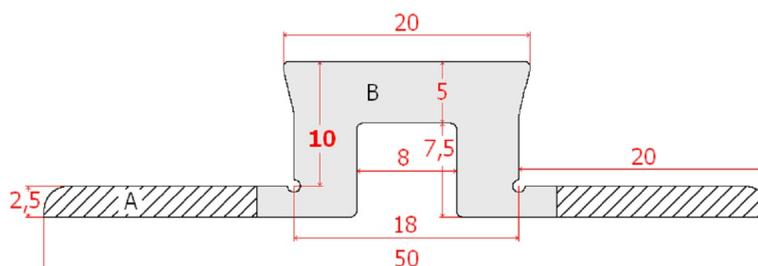

Fig. 1: BS PROFILE H10 in sezione (dimensioni in mm)
BS PROFILE H10 è un profilo coestruso in materiale plastico flessibile con cui è possibile eseguire giunti di dilatazione o contrazione (non strutturali) su massetti o calcestruzzo per incollaggio diretto con il sigillante BETONSEAL MS 2.0. BS PROFILE H10 è appositamente studiato per l'impiego nell'impermeabilizzazione con BETONGUAINA o BETONGUAINA.S seguita da incollaggio diretto delle piastrelle con BETON H-1 (dimensioni in mm in Fig.1):
Con riferimento alla Fig. 1, il corpo (B) di BS PROFILE H10 è di colore nero, le alette (A) sono traslucide e incolori.